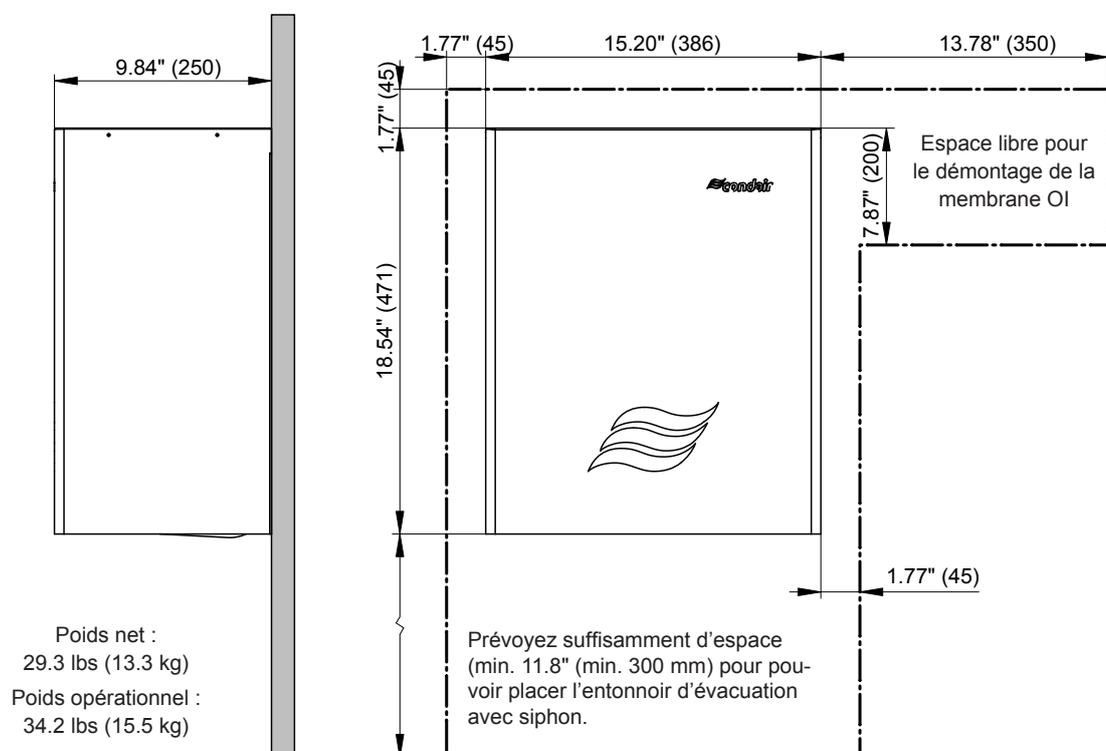
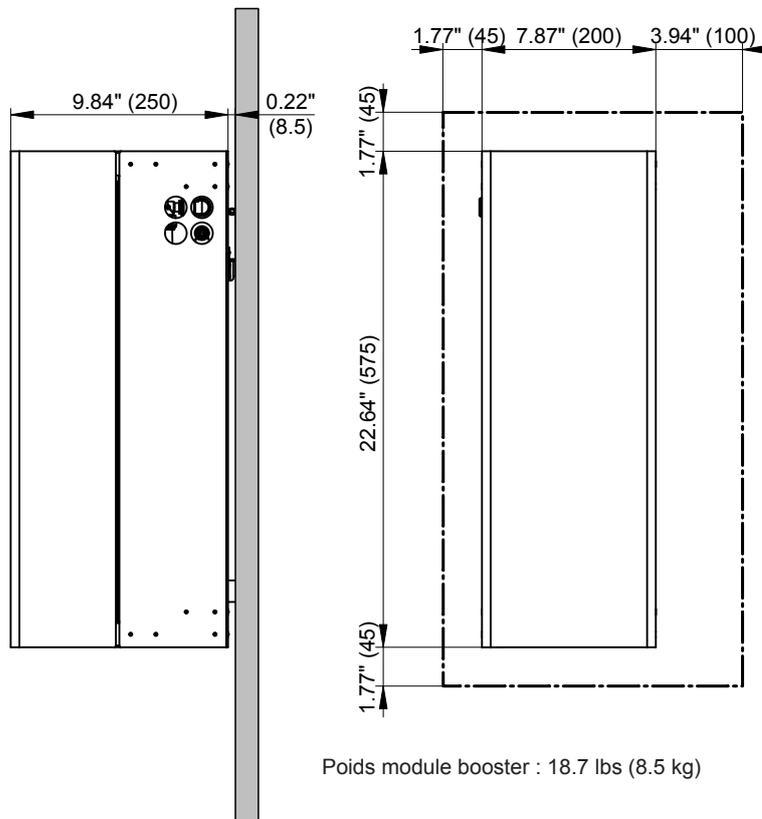

Fig. 7 : Dimensions RO-H (dimensions en pouces (mm))
Fig. 9 : Dimensions module booster (dimensions en pouces (mm))
- Veillez à disposer d'une surface murale suffisamment grande pour le montage de l'unité d'osmose inverse RO-H, du réservoir d'expansion et du ou des module booster (voir Fig. 7 à Fig. 12). Important : Le mur sur lequel les composants du système d'osmose inverse sont montés doit présenter une capacité portante suffisante (voir les indications de poids à la Fig. 7 à Fig. 9) et être adapté à ce genre de fixation.